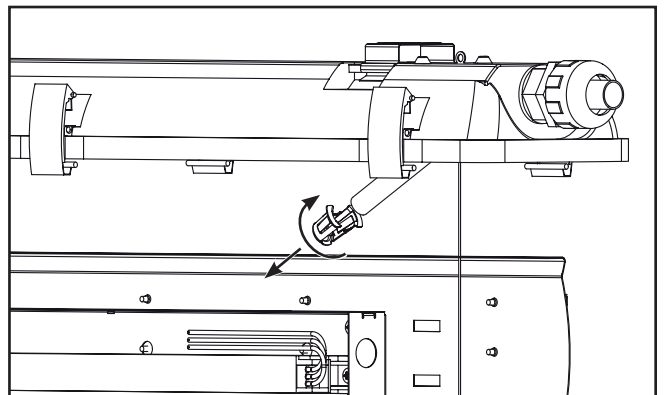

Figura 10.
11. Desenrosque el cierre del conducto de metal flexible y déjelo a un lado. (Figura 10)